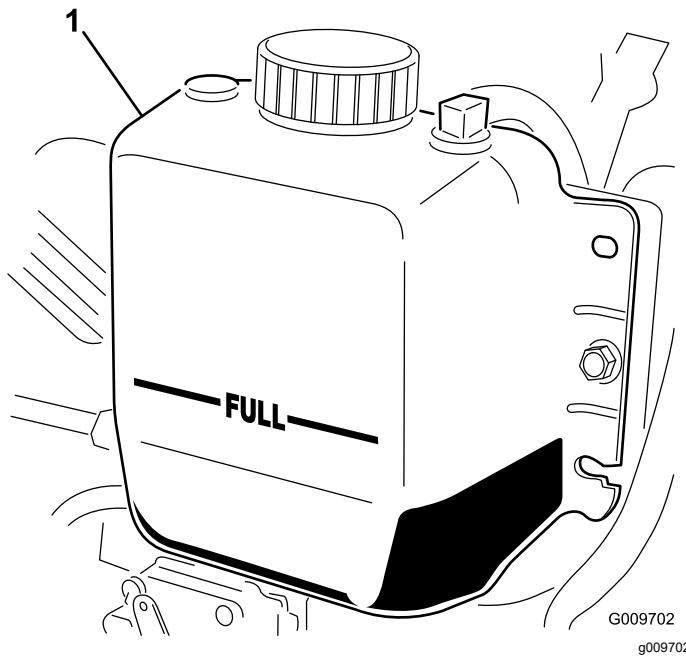

Figura 37
- Nota:** El radiador debe llenarse hasta la parte superior del cuello de llenado, y el depósito de expansión debe llenarse hasta la marca Lleno (Figura 37).